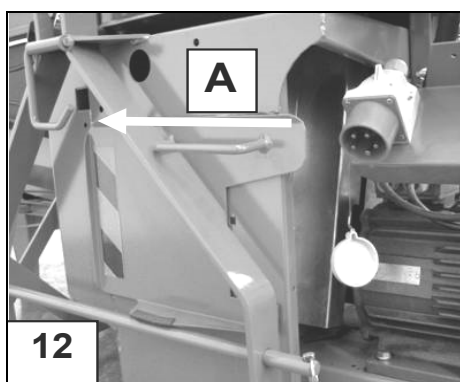
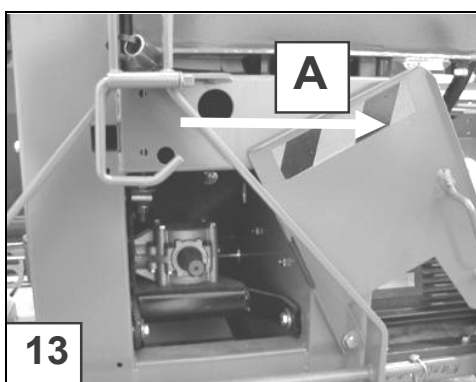

Bild 12. Val av eldrift.
Bild 13. Val av traktordrift.
- När skyddsplåten har flyttats åt vänster, bild 12, kan man ansluta en förlängningssladd. När skyddet är flyttat åt höger, bild 13, kan kraftöverföringsaxelns anslutas.